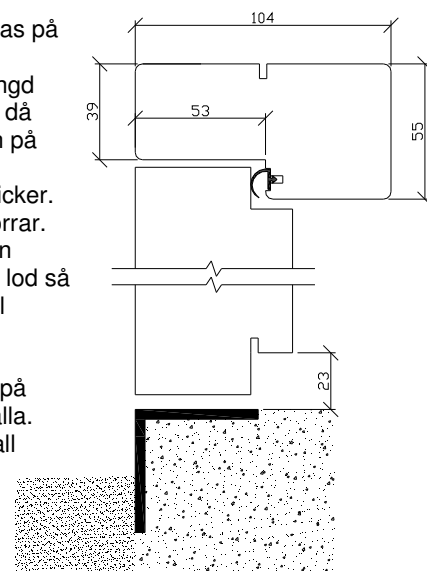
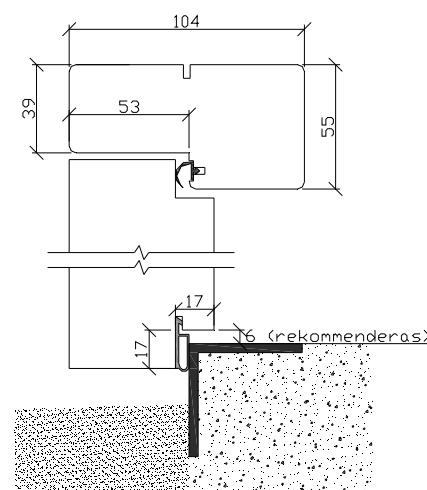

Bild 2
Bild 3
9. Vid montering av **GARAGEPORT** skall ytor som ligger an mot underlaget ställas på ett tätande skikt, t ex tjärpapp. Karmsidorna levereras i övermått från fabrik och kapas i lämplig längd på plats, beroende på om porten skall gå in över golvet (se bild 2, eventuellt bör då porten kompletteras med släp-alt. borstlist – ingår ej i leveransen) eller om falsen på portbladen skall slå mot tex ingjutet anslagsjärn (se bild3). Måtta och kapa karm sidostyckena till rätt längd skruva sedan ihop karmen, förborra så att det inte spricker. Lyft karmen på plats och montera på samma sätt som beskrivs ovan gällande dörrar. Kontrollera att överstycket är i våg. Kryssmät noga diagonalen så att båda måtten stämmer överens använd 2 st träribbor. Det är mycket viktigt att karmsidorna är i lod så att gången i porten blir bra. Även garageregeln levereras i övermått och kapas till lämplig längd.